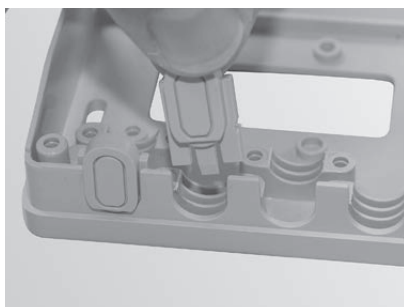

Fig. 138 Chiudere i passacavi
- ▶ Chiudere i passacavi non necessari – Fig. 138.